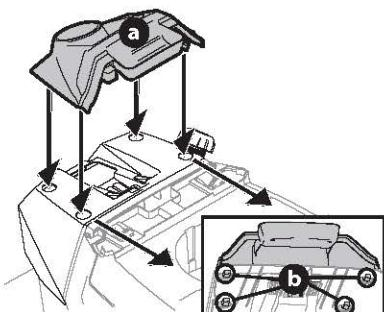

Figure 13
Pour installer le couvercle du tableau de bord (a), alignez les pattes (b) du couvercle (a) avec les trous sur la partie supérieure du tableau de bord (Figure 13). Glissez les pattes (b) dans les trous de la partie supérieure et pressez sur le couvercle pour les endencher.
**NOTE :** Pressez sur la partie inférieure du couvercle (a) faisant face au poste du conducteur pour vous assurer que les pattes inférieures sont bien endencherées (Figure 13).